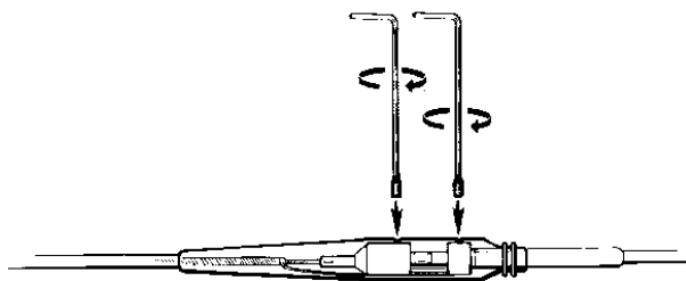

Figura 2. Inserire le viti nel foro filettato sull'adattatore.
3. Utilizzare il cacciavite esagonale fornito con la vite di bloccaggio applicata e avvitare una vite di bloccaggio in ciascun foro filettato situato su ciascuna estremità della presa dell'adattatore (vedere la figura 2).